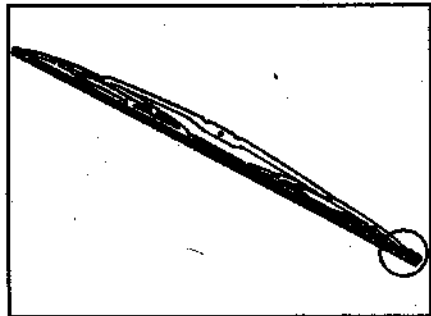

Рис. 124. При установке щетки ушки должны быть направлены к нижней части рычага стеклоочистителя
4. Аккуратно вставьте новую резиновую щетку и произведите монтаж узла щетки в последовательности, обратной снятию. Устанавливайте щетку так, чтобы ушки были направлены к нижней части рычага стеклоочистителя (рис. 124).